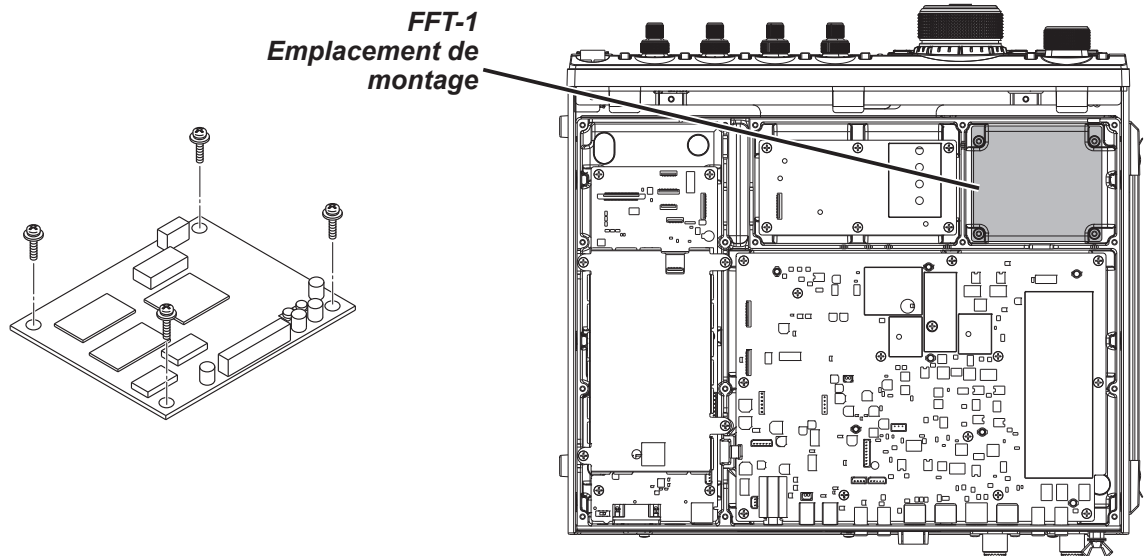

FIGURE 2
4. Référez-vous à la Figure 2 qui indique l'emplacement de montage du **FFT-1**.